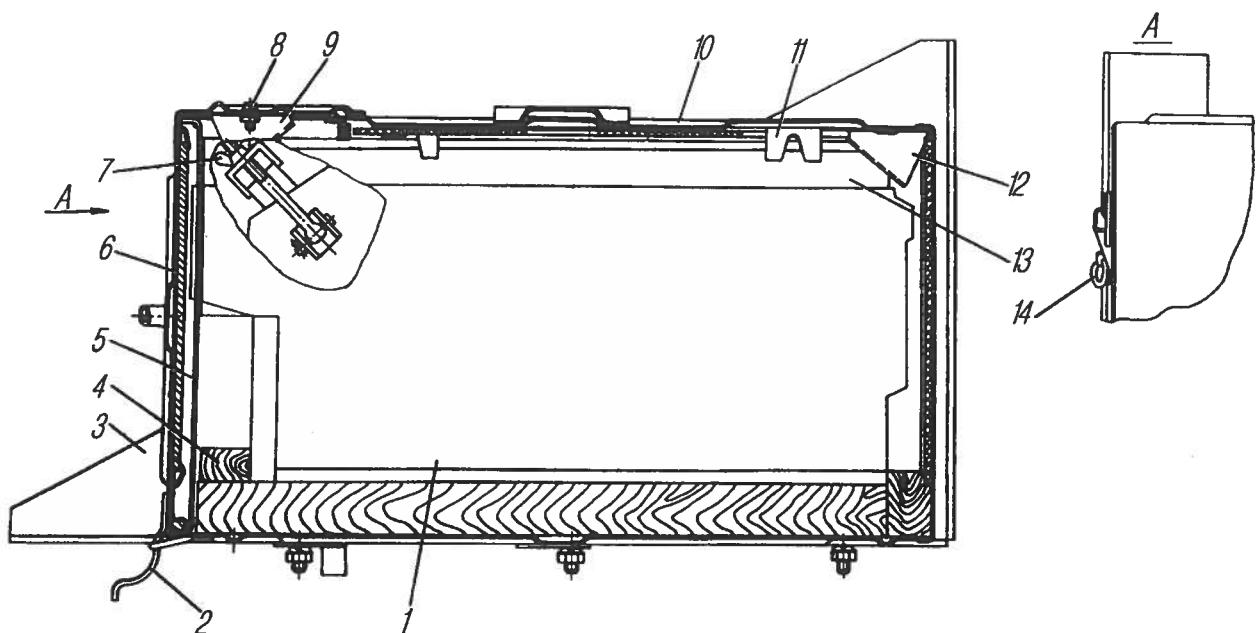

Рис. 86. Установка аккумуляторных батарей:
**Крепление аккумуляторных батарей.** Аккумуляторные батареи 1 (рис. 86) установлены в контейнере 10 на двух боковых и средней опорах. Батареи после их установки в контейнер крепятся двумя верхними прижимами 13 и передним упором 4. Верхние прижимы 13 фиксируются передними 9 и задними 12 клиновыми упорами. Передние клиновые упоры 9 выполнены регулируемыми и закреплены на крышке 6 контейнера болтами 8. Задний упор 12 приварен в верхней задней части контейнера 10. На верхней панели контейнера 10 приварены направляющие 11 для правильной установки прижима 13 относительно упоров 9 и 12.